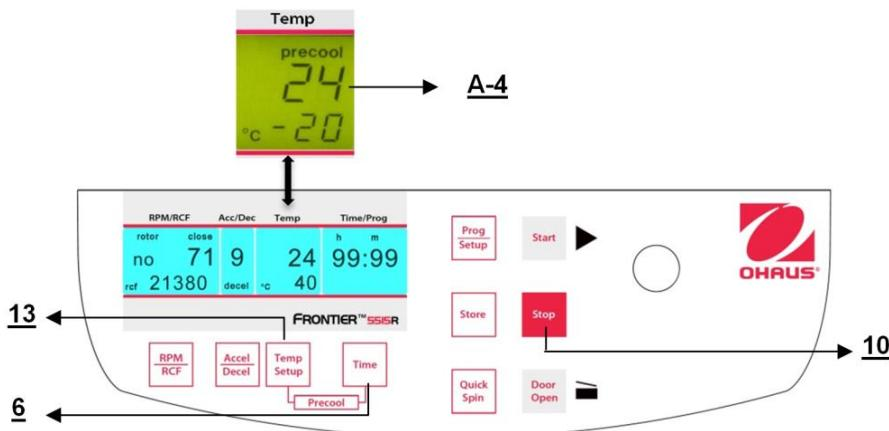

Figure. 20
Si les échantillons sont sensibles à la température, il est utile de pré-refroidir la centrifugeuse, le rotor et finalement les godets à la température requise de fonctionnement. Pour ce faire, insérer le rotor retenu et prédefinir la température correspondante. En appuyant simultanément sur les touches "Temp/Setup" (13) (voir la figure 20) et "Time" (6), l'utilisateur démarrera une centrifugation. Pendant le fonctionnement, l'unité choisit automatiquement une vitesse de rotation équivalente à 20 % de celle autorisée du rotor inséré. Après avoir atteint la température prédefinie, il est possible de quitter le pré-refroidissement avec la touche "Stop" (10).